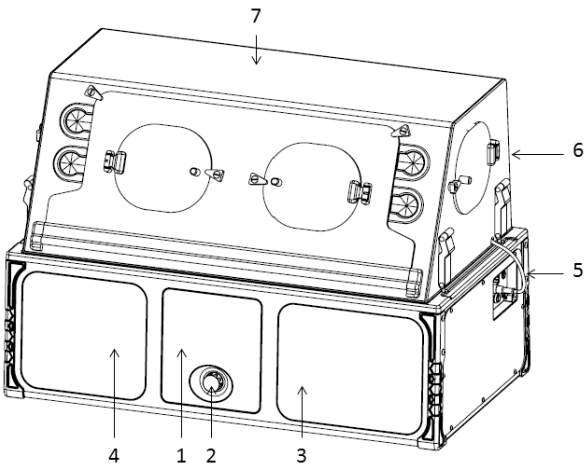

Figura 3-1 Vista frontal ISO
2. Com a Incubadora de Transporte ligada à alimentação A, prima a roda (**Figura 3-1**, item 2) para ligar a Incubadora de Transporte. A Incubadora de Transporte realizará um autoteste à ligação e testará o alarme sonoro. Certifique-se de que a barra de progresso do autoteste à ligação está visível e que o alarme sonoro pode ser ouvido. Verifique se o ícone de alimentação AC e o ícone de alimentação da bateria estão visíveis no canto superior esquerdo após a conclusão do teste.